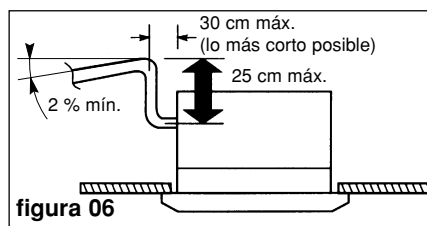

figura 06
- En caso necesario, es posible subir la canalización de los condensados justo después de la salida del aparato. Altura máxima : 25 cm (figura 06).
- Asegurarse de que la canalización de evacuación tiene una ligera pendiente en el sentido de desagüe y de que no forma sifón (figura 06).